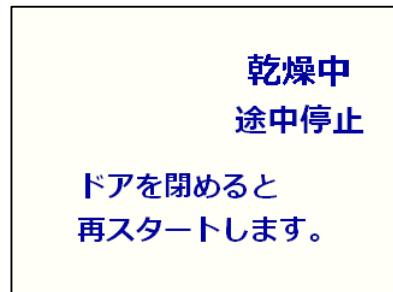

図7-5
- 乾燥工程中でドアを開くと、途中停止中画面が表示されます。(図 7-5)